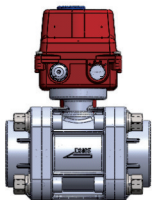

图1
- 2、产品安装时，水流方向应与阀体标识“”所示方向一致，禁止反接，否则可能会导致泄漏；DN65以上规格球阀，水平安装时，执行器要正向朝上（如图1）；竖直安装时，执行器可以任意朝向（如图2）；